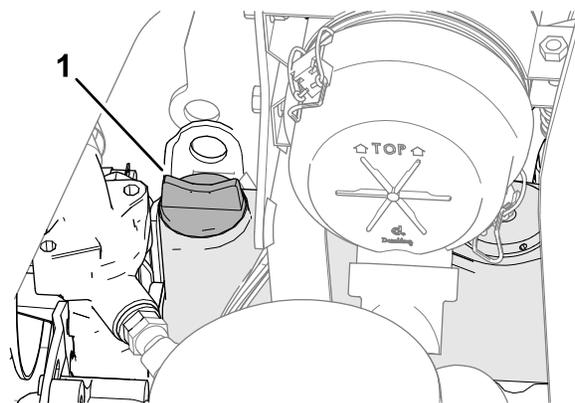

Рисунок 69
5. Если уровень масла ниже допустимого, снимите крышку маслозаливной горловины (Рисунок 69) и постепенно, небольшими порциями долейте масло, периодически проверяя его уровень, до отметки «Полный» на масломерном щупе.